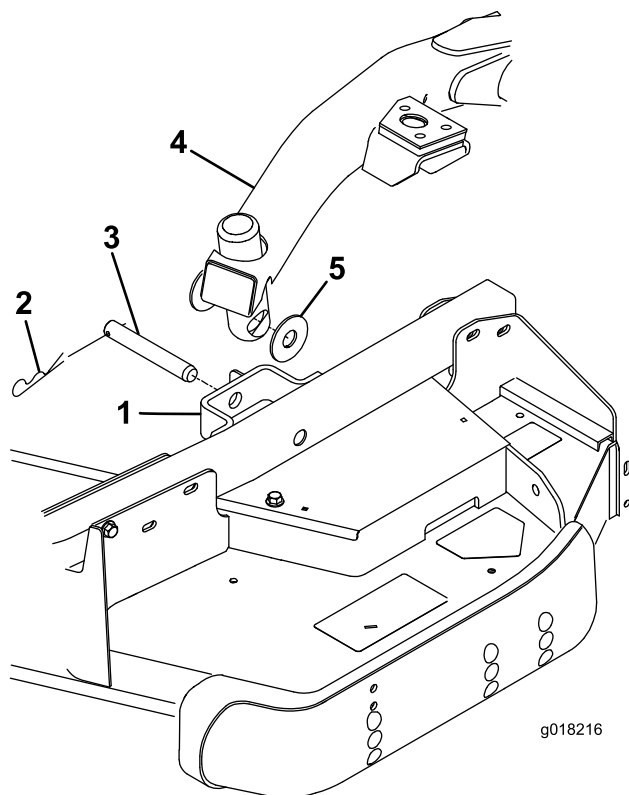

図 26
4. 昇降スイッチを前位置フロート位置にセットする。昇降アームを押し下げて、昇降アームについている穴とキャスタアームのブラケットについている穴を整列させ、昇降アームのパッドに刈高ロッドを挿入できるようにする 図 26
5. スラストワッシャ 2 枚、クレビスピン、ヘアピンコッターを使って、昇降アームをキャスタアームに固定する。スラストワッシャは昇降アームとキャスタアームブラケットの間に 入れる 図 26 コッターピンを、キャスタアームタブのスロットに差し込んで固定する。